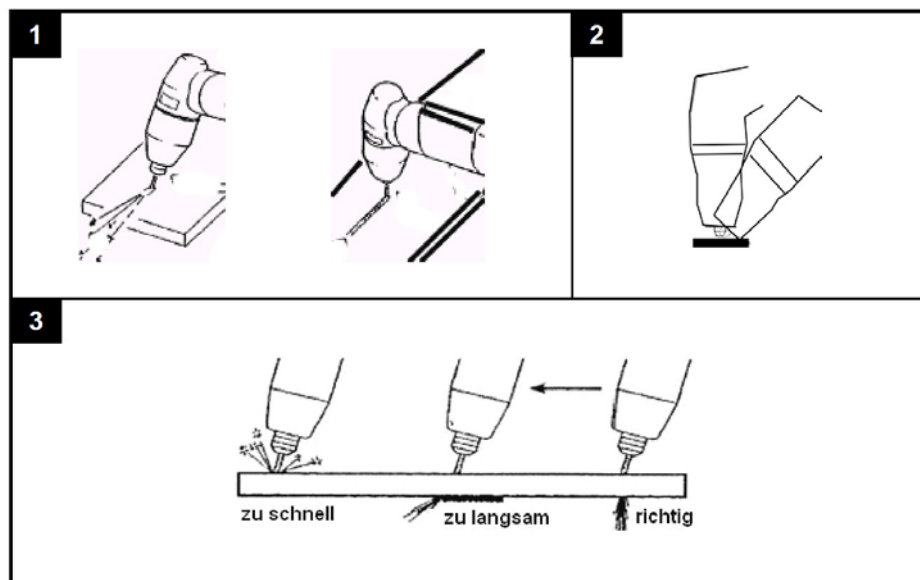

Abb. 17: Arbeiten mit der Plasmaschneidanlage
Schritt 3: Halten Sie während des Schnitts eine mittlere, gleichförmige Geschwindigkeit ein. Verwenden Sie einen Vorlaufwinkel von 5° - 15° in Schnittrichtung. Die Abbildung 17 Punkt 3 gibt die Resultate einer falschen Schnittgeschwindigkeit wieder.